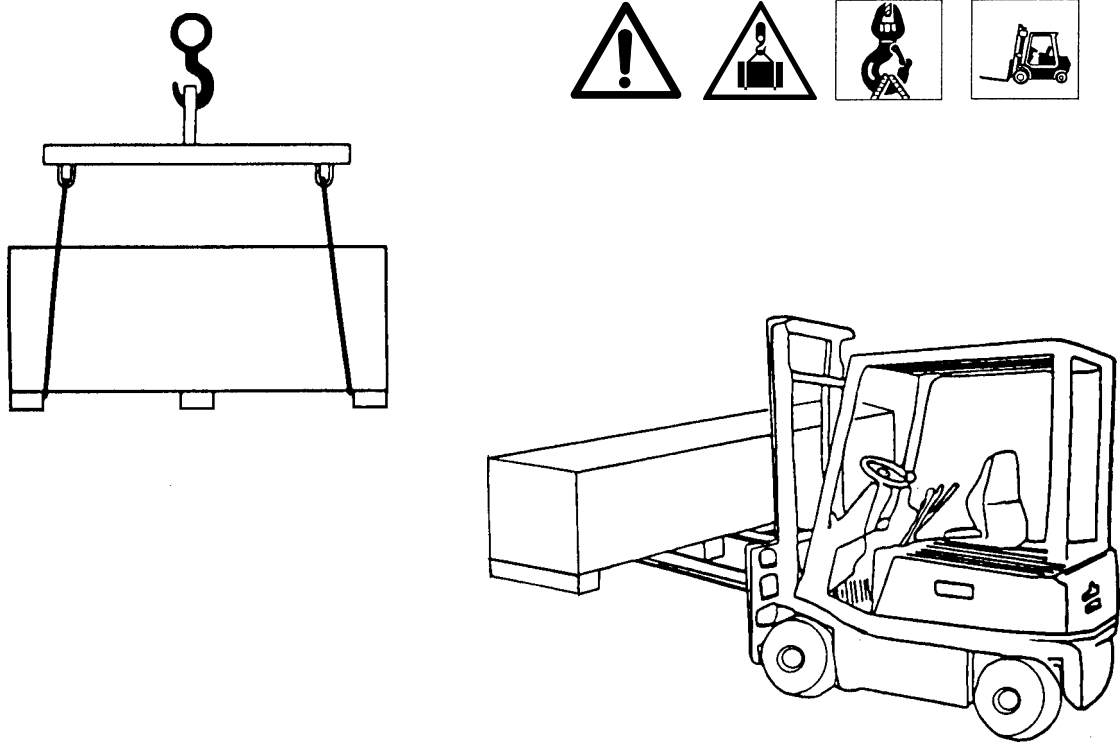

Fig. 3
- Le operazioni di sollevamento debbono essere eseguite come da Fig.3;
gno del carico in perfetta efficienza. Utilizzare gli appositi punti di aggancio come indicato in Fig.3;
- The lifting operations should be done as shown in Fig. 3;
- lift with care using suitable lifting means in perfect working condition. Use the special lifting points as indicated in Fig. 3;
- Beim Anheben gemäss **Abb. 3** vorgehen.
- Die Last vorsichtig anheben und sie mit geeigneten und funktionstüchtigen Hilfsmitteln stützen. Dabei die auf **Abb. 3**
- Les opérations de levage doivent être réalisées comme indiqué à la Figure 3;
- comme indiqué à la Figure 3;